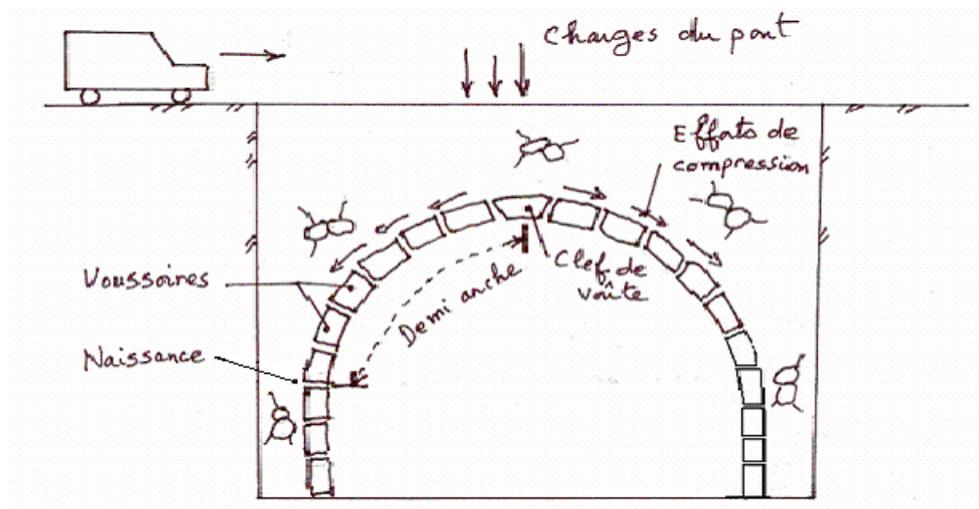

Fig. 3 Pont en maçonnerie construit en voûte.
- **Pont en maçonnerie** : Il est construit en pierres taillées ou en briques en béton non armé. Ce type d'ouvrages résiste très bien à la compression mais se comporte mal à la traction. C'est pour cette raison qu'il est réalisé en voûtes (arcs) pour pouvoir reprendre les charges sous forme d'efforts de compression (fig. 3).